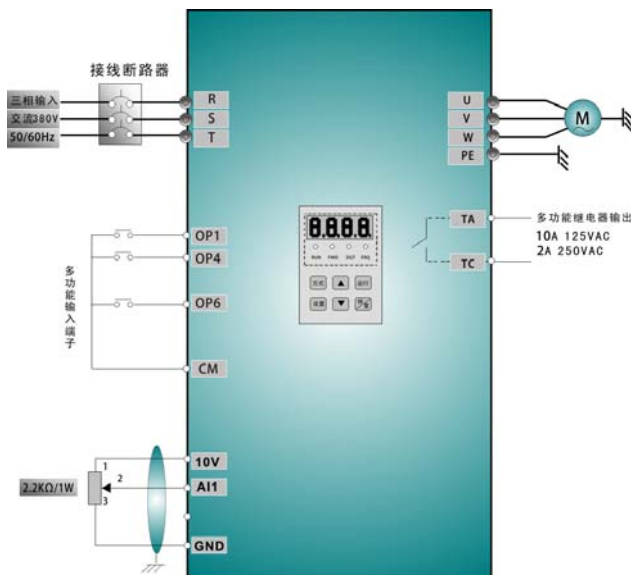

图 4-3 接线图 3
(1) 按图 4-3 配线，检查接线正确后，合上空气开关，变频器上电；注意：外部模拟信号设定电位器可选择 2K~5K 电位器。对于精度要求高的场合请选用精密多圈电位器，接线使用屏蔽线，屏蔽层近端可靠接地。